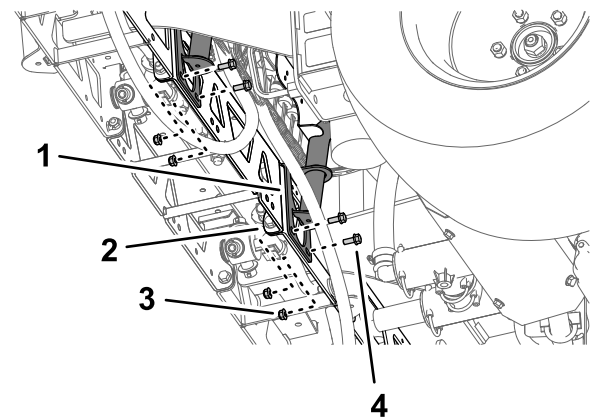
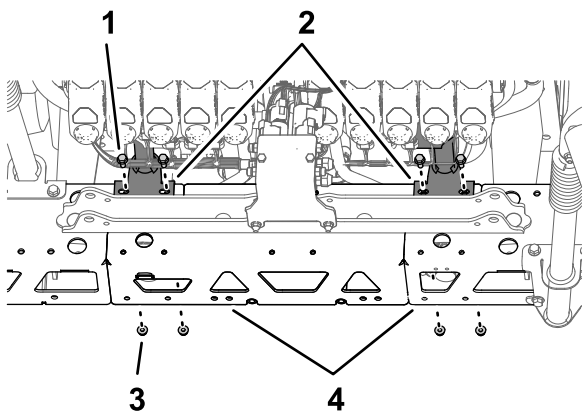

图110
图111
2. 将阀门安装架的安装支架上的孔与中间喷洒段桁架框架上的孔对齐图110。
3. 使用4个螺栓5/16 x  $\frac{3}{4}$  英寸和4个凸缘锁紧螺母5/16 英寸将阀门安装架安装到桁架框架上图110和图111。